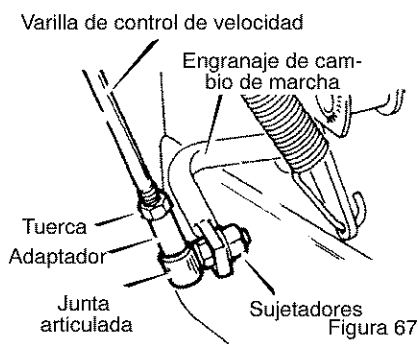

Figura 67
4. Conecte el **conjunto de horquilla de cambios** al extremo inferior de la **varilla de control de velocidad** al **conjunto de horquilla de cambios**. Vea la Figura 67. La fábrica se encarga de conectar los **sujetadores** a la **varilla de control de velocidad**.